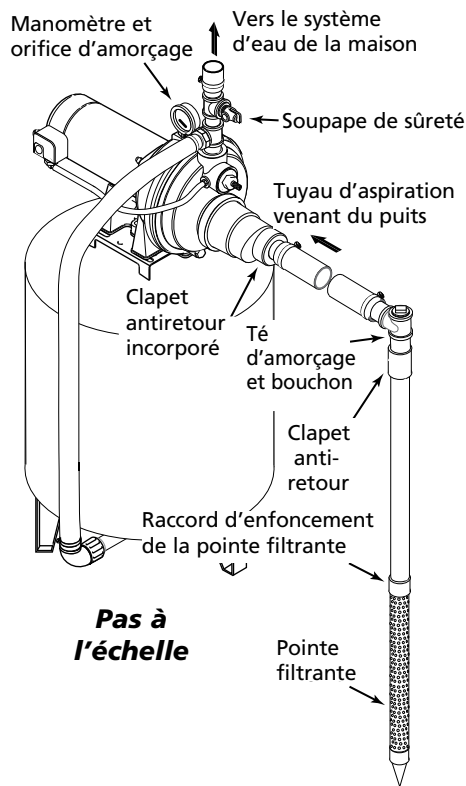

Figure 4 – Installation avec une pointe filtrante
Installation sur un nouveau puits peu profond, Installation de la pointe filtrante (Figure 4)
4. Utiliser le moins possible de raccords (en particulier des coudes) lorsque l'on branche la tuyauterie de la pointe filtrante sur l'orifice d'aspiration de la pompe. Le diamètre du tuyau d'aspiration doit être au moins aussi grand que le diamètre de l'orifice d'aspiration de la pompe (y compris le clapet anti-retour - voir la Figure 4). Supporter le tuyau de façon qu'il ne soit pas cintré afin qu'il n'exerce pas de contraintes sur le corps de la pompe; de plus, il doit être légèrement incliné vers le haut, du puits jusqu'à la pompe (les points hauts risquent de causer des poches et des bouchons d'air dans la pompe). Rendre étanches les joints du tuyau d'aspiration avec du ruban d'étanchéité en PTFE pour filetage en PVC. Les raccords doivent être étanches à l'air et à l'eau. Si le tuyau d'aspiration aspire de l'air, la pompe ne pompera pas l'eau du puits. Si une pointe filtrante ne fournit pas suffisamment d'eau, considérer brancher deux ou trois pointes filtrantes sur un même tuyau d'aspiration.